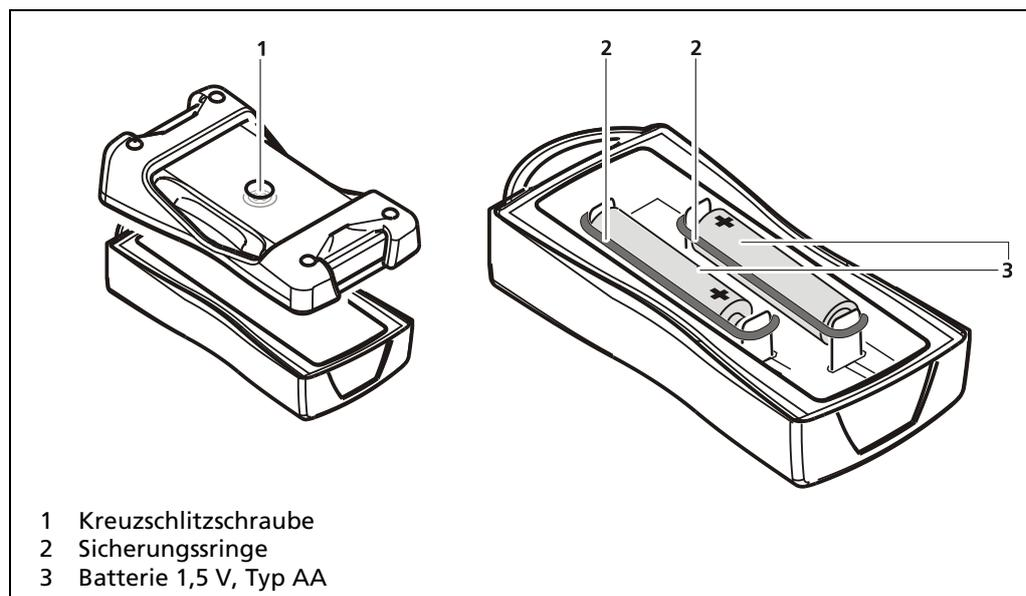

Abb. 17 Batteriewechsel
8. Klicken Sie auf die Registerkarte <USB> (Abb. 17, Pos. 1).
9. Wählen Sie in der Auswahlliste (Abb. 17, Pos. 2) eine Baudrate von 38400 aus.
10. Klicken Sie auf <Connect> (Abb. 17, Pos. 3).